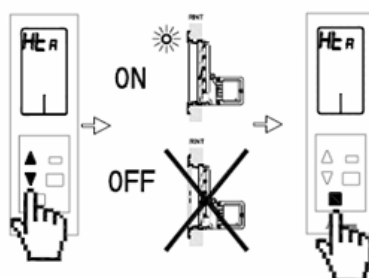

Fig. 67
- Primeiro define-se o **calor Ar HtA** (Fig. 67), utilizando as setas de seleção